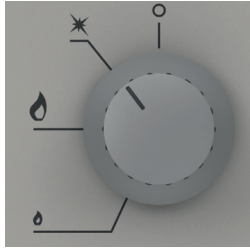

Bild 11. Die Einstellung des Drehknopfes bei der nur der Pilotbrenner durch das Gas versorgt wird.
- Den eingedrückten Drehknopf in die Lage „Pilotbrenner“ wie auf dem Bild 11 (gegen den Uhrzeigersinn) umdrehen
- Wenn der Brenner momentan nicht benutzt wird, sollte der ihn steuernde Drehknopf in die Position „Pilotbrenner“ gedreht werden (Bild 11).